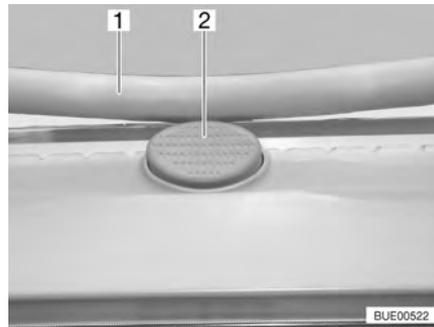

Fig. 59 Bouton de sûreté sur le lanterneau Heki
- Appuyer sur le bouton de sûreté (Fig. 59,2) et tirer l'étrier (Fig. 59,1) vers le bas avec les deux mains.
- Pousser l'étrier vers le haut avec les deux mains jusqu'à ce que ce dernier se trouve au-dessus du bouton de sûreté (Fig. 59,2).